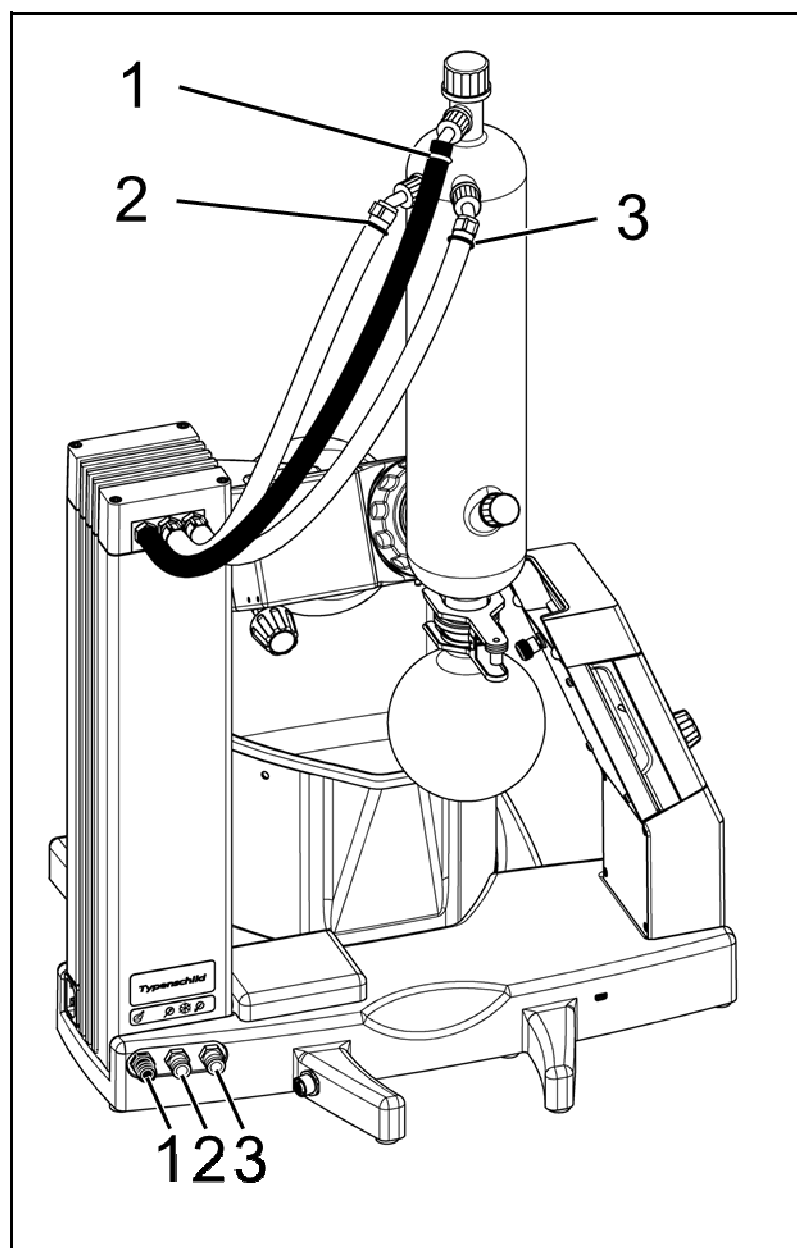

Abb. 5: Anbringen der Kühlmittel- und Vakuumleitung
4. Verschlauchung (Abb. 5/1 und 2) anbringen bzw. Füllen der Kühlfalle mit Trockeneis.
- i** Die Schläuche und Anschlüsse sind für eine einfache Zuordnung farblich markiert (siehe Legende in Abb. 5).
- i** Die Vakuumleitungen ausschließlich auf der linken Seite des Turms anschließen (siehe Abb. 5, schwarz). Hier weist die interne Verschaltung erhöhte Chemiefestigkeit auf (siehe Kap. 4, *Technische Daten*)